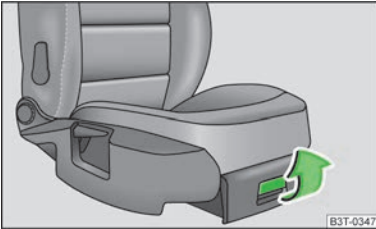

Fig. 95
- To open the lid, pull the handle » Fig. 95.